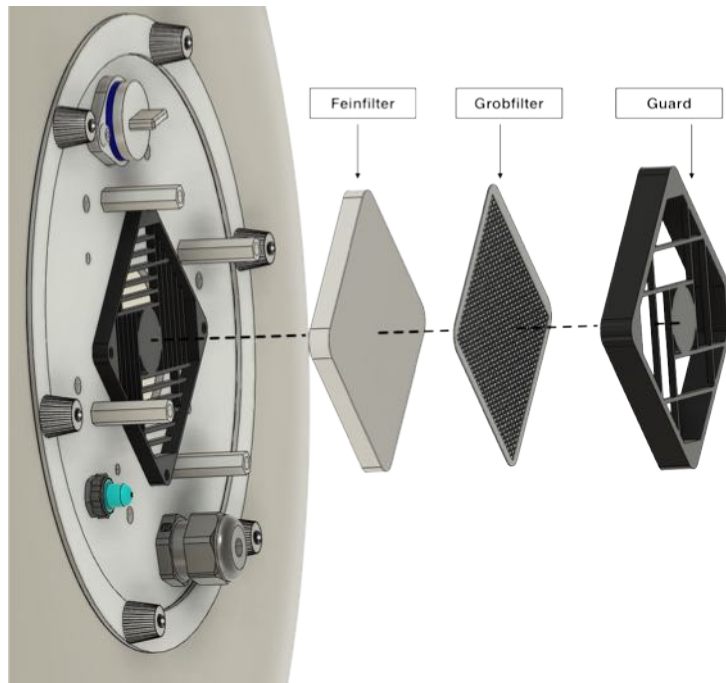

Abb. 11
2. Retire la cubierta del filtro (Guard) y extraiga los dos insertos del filtro (Fig. 11)